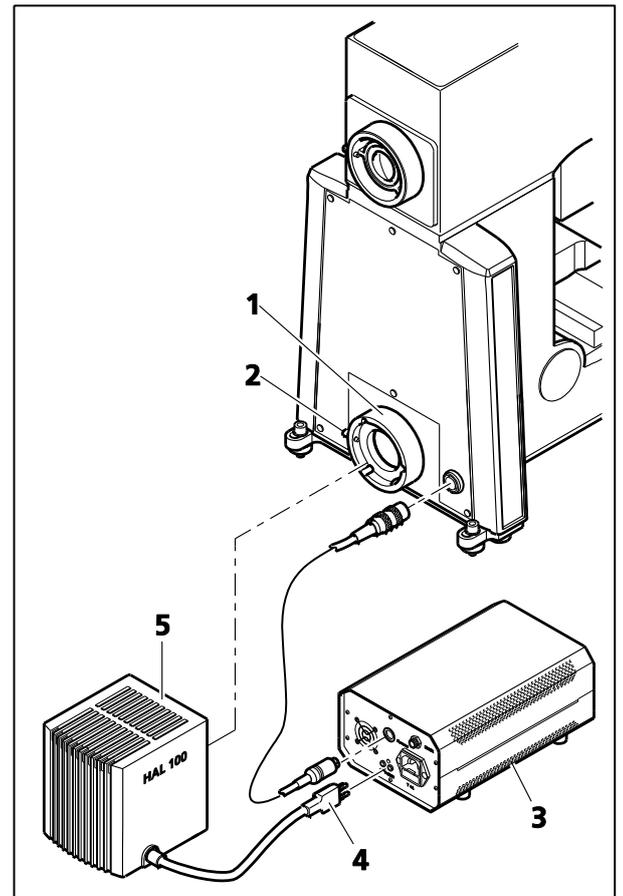

图 3-18 安装 HAL 100 卤素灯
- 取下透射光安装座保护盖（图 3-18/1）。
- 将带燕尾的照明器机壳（图 3-18/5）插入安装座（图 3-18/1），再用球头螺丝刀（宽度 A/F 3）拧紧夹紧螺钉（图 3-18/2）。
- 将照明器的三角插头（图 3-18/4）连接到外部电源装置（图 3-18/3）的背面。
- 将外部电源装置（图 3-18/3）的照明控制电缆连接到主机架上。
- 松开夹紧螺钉 (图 3-18/2)，从显微镜主机架上取下可供使用的卤素照明器。